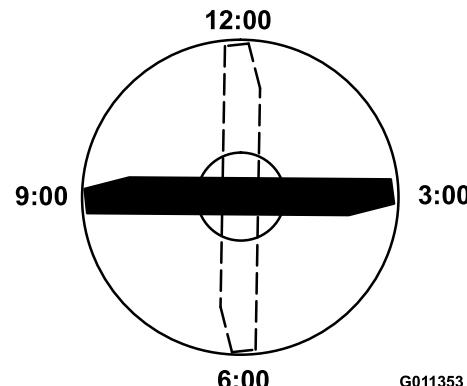

Bild 69
5. Drehen Sie die markierte Seite des Messers auf die 3- und die 9-Uhr-Stellung (Bild 69) und messen die Höhe.
4. Positionieren Sie die Schnittkante der markierten Messerseite in die 12-Uhr-Stellung (geradeaus in Mährichtung) (Bild 69) und messen die Höhe vom Tisch bis zur Schnittkante.